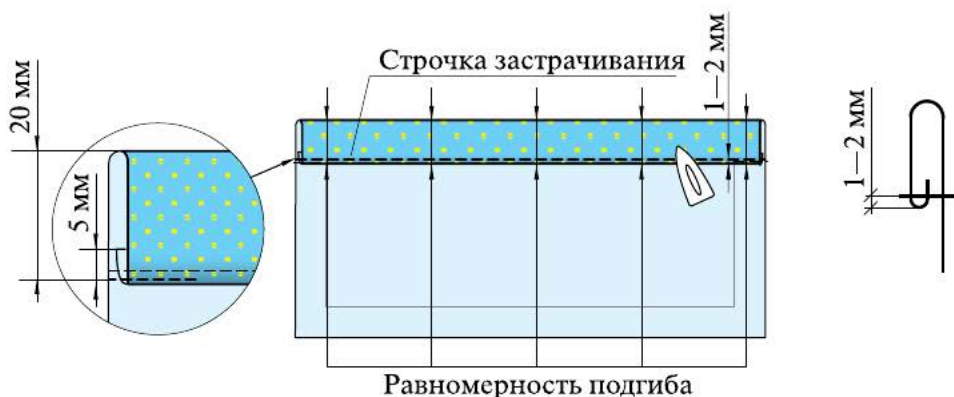

Рис. 6.52. Обработка верхнего среза кармана
2. Застрочите на расстоянии 1—2 мм от сгиба (рис. 6.52). Удалите СВН, **приутюжьте**.